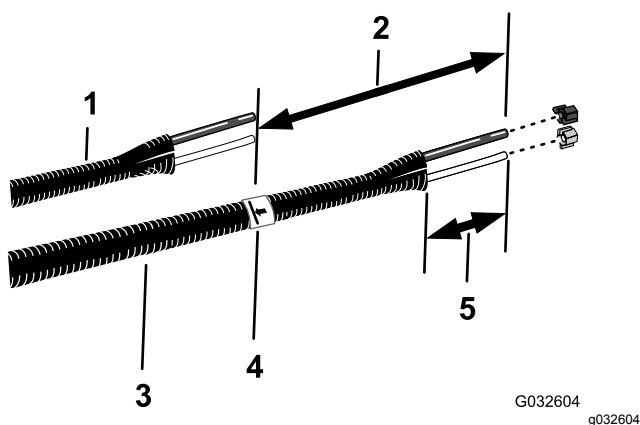

Рисунок 22
6. Совместите старые трубки подачи жидкости и воздуха (**Рисунок 22**) с новыми трубками в сборе (номер 114-9553 по каталогу Toro).
8. На новых трубках в сборе нанесите вторую отметку, отмерив расстояние 26 см от отметки, сделанной при выполнении пункта 7, и отрежьте трубки по второй (дальней) отметке (Рисунок 22).
10. Снимите с каждого конца трубок в сборе (Рисунок 22) оболочку на отрезке длиной от 77 до 102 мм.